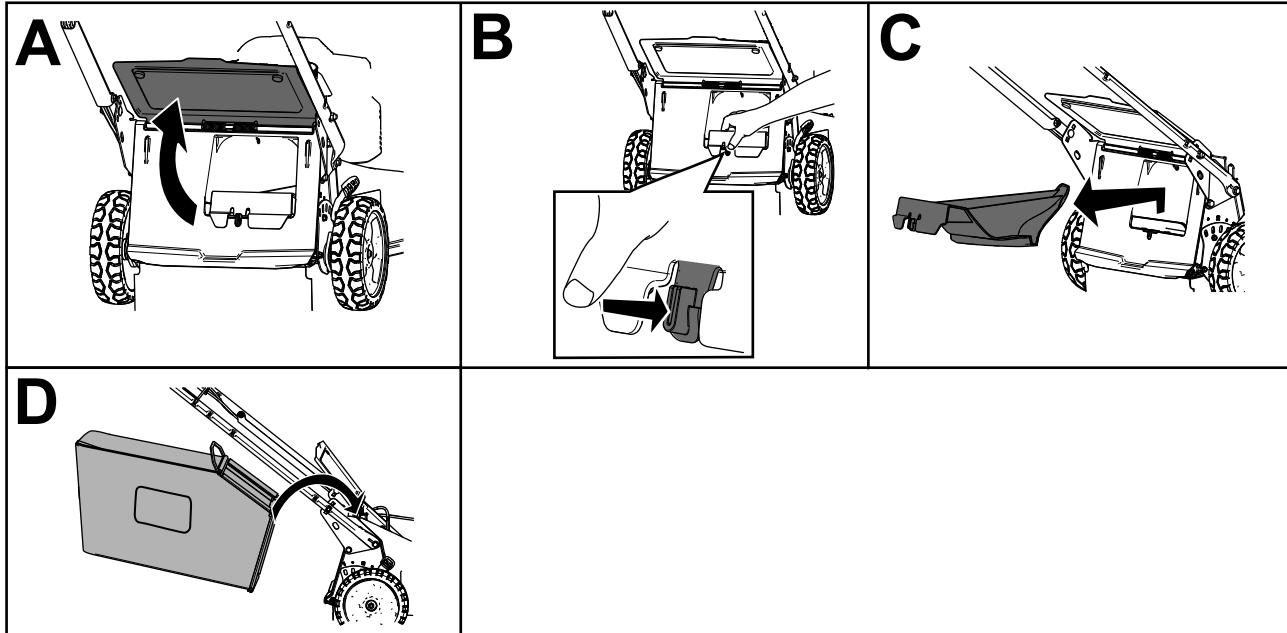

Bild 15
2. Heben Sie das hintere Ablenkblech an und halten Sie es hoch (A in Bild 15).
3. Drücken Sie zum Entfernen der Heckauswurfklappe mit dem Daumen auf den Riegel und ziehen die Klappe aus der Maschine (B und C in Bild 15).
4. Setzen Sie die Enden der Fangkorbstange in die Kerben an der Unterseite des Holms ein und bewegen den Fangkorb nach vorne und hinten, um sicherzustellen, dass die Enden der Stange richtig in den Kerben sitzen (D in Bild 15).
3. Nehmen Sie die Fangkorbstange am Fangkorb aus den Kerben an der Unterseite des Griffes (A von Bild 15).
4. Setzen Sie die Heckauswurfklappe ein (B in Bild 15).
5. Senken Sie das hintere Ablenklech ab (C in Bild 15).